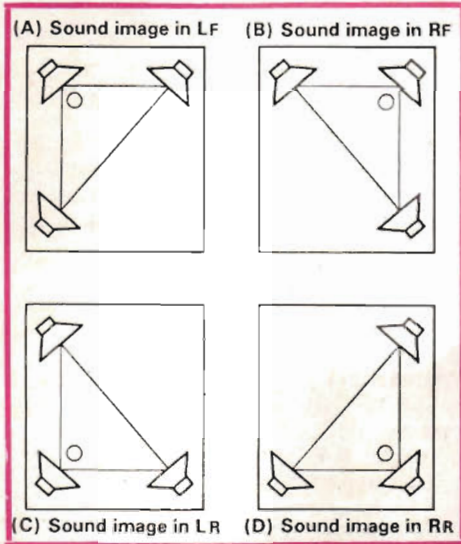

Fig 6. Ljudbilderna från de fyra kanalerna; vänster främre — höger främre — vänster bakre — höger bakre led.
Alltså är L_F störst, R_F och L_R något mindre och R_R existerar inte alls. Detta innebär, att ljusbilden i det här fallet skulle vara lokaliserad i L_F -riktningen som anges i fig 6 (A). Likadant blir fallet om en 1 V-signal finnes i högra kanalen och en av storleken Δ V i vänster — vi har då den omvända situationen, varför ljusbil- den kommer att ligga i R_F -riktningen, var- vid L_R helt utsläcks.